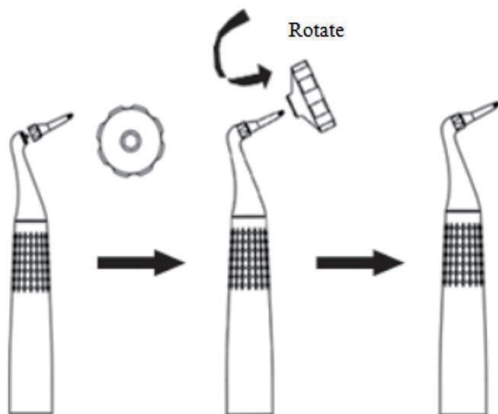

Abb. 6 Verriegelung der Düse
2.3.5.2 Installieren Sie die Düse vor dem Gebrauch, nehmen Sie die Düse heraus und montieren Sie sie an das Ende des subgingivalen Handstücks. Drehen Sie die Düsenmutter zuerst auf das Kopfhandstück und verriegeln Sie dann die Düse mit einem Schraubenschlüssel, wie in Abb. 6 gezeigt.